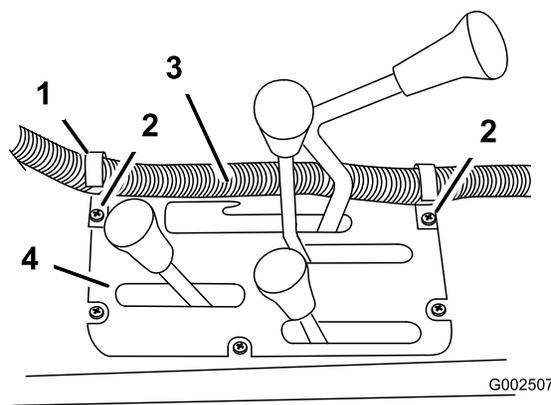

Figura 26
6. Installate due fermagli a J sulla consolle centrale nei punti indicati in Figura 26 usando le viti esistenti.